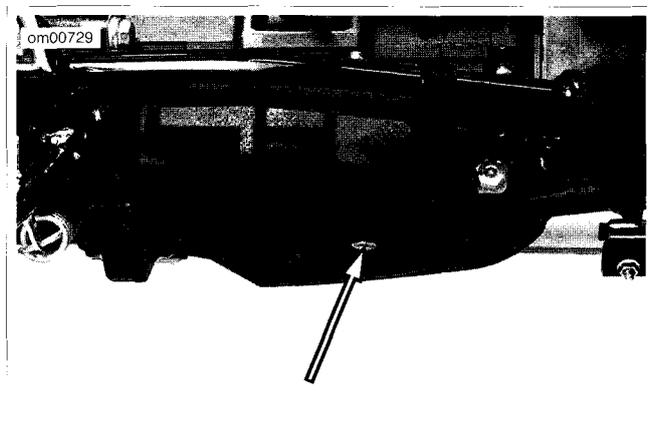

Figure 28. Bouchon de vidange de l'huile de transmission
2. Voir la Figure 28. Enlever le bouchon de vidange de la transmission et vidanger le lubrifiant dans un récipient approprié.